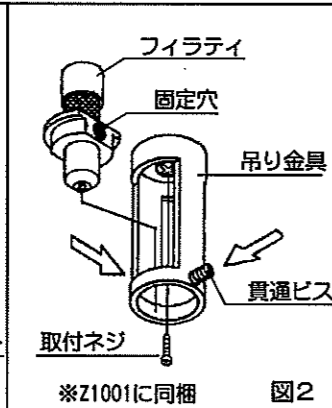
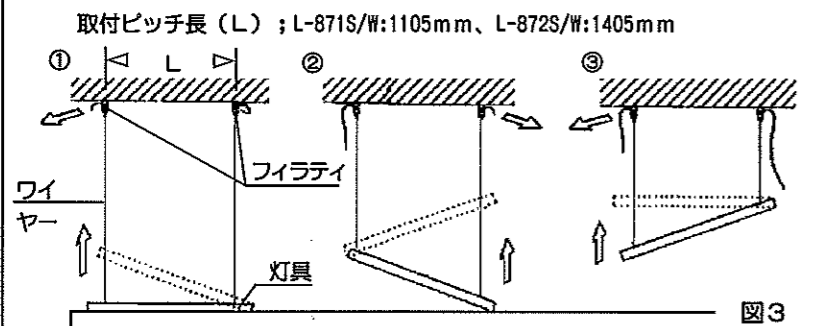

図2
図3
2. 吊り金具の貫通ビスをゆるめてフィラティをはずしたあと付属の取付ネジで補強材のある位置に確実に取り付けてください。(図2) (図3取付ピッチ参照)
3. フィラティの固定穴を貫通ビスの位置に合わせ、再度吊り金具にセットし、貫通ビスを締め付け固定してください。(図2)
5. 灯具を水平な面に置いて、2本のワイヤーをフィラティに下から通し、図3の順序に従って灯具を設定の高さにセットしてください。